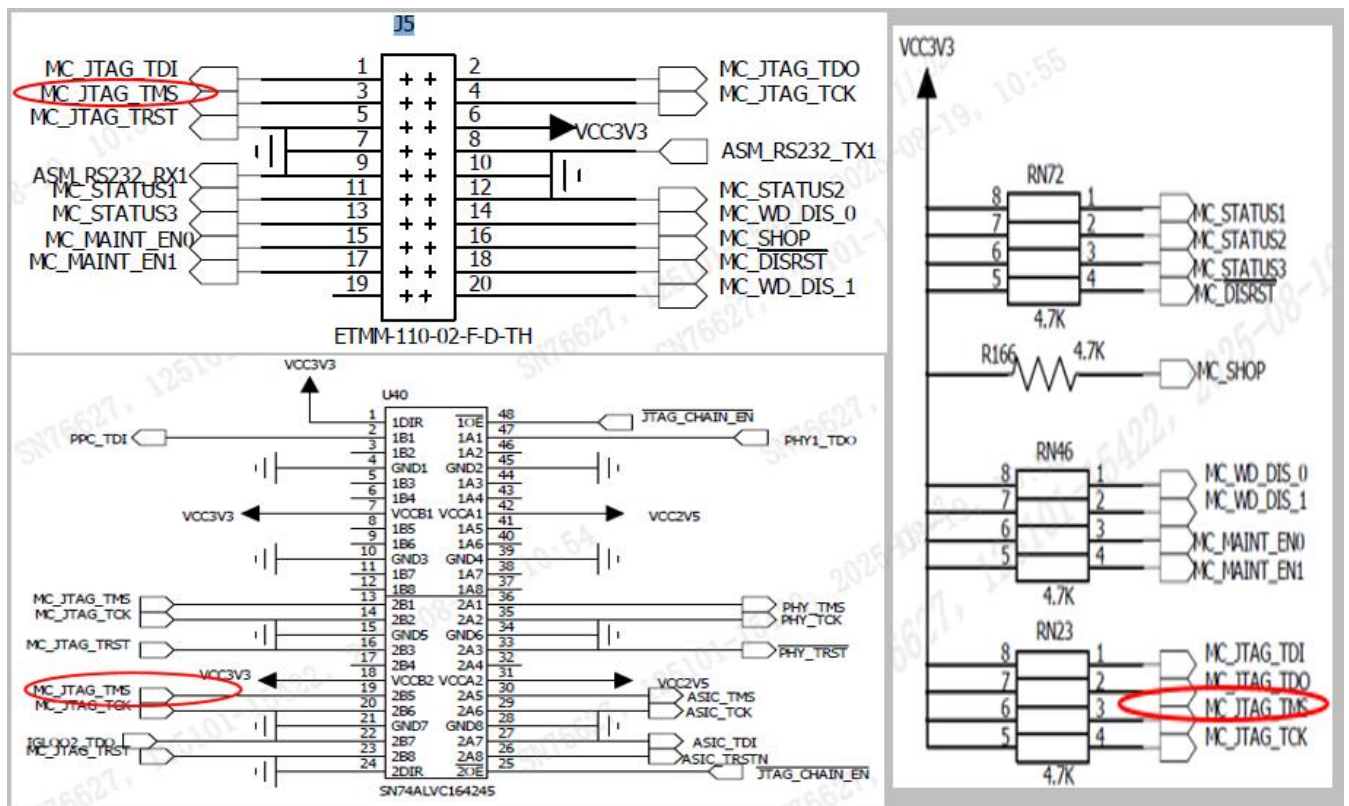

图 7
4、参考原理图分析排查初步锁定故障为 U40 器件异常导致，见图 7；